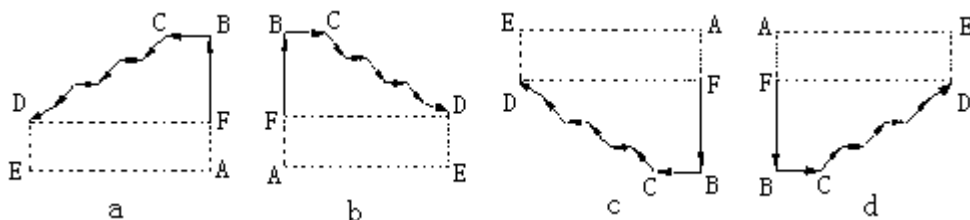

图 4-34
- 11) 用 G71 指令切削的形状有以下四种情况，如图 4-34 所示；但无论哪一种都是从 G71 起始点 A 开始、刀具平行于 Z 轴对毛坯进行逐层剥离切削、直到 B 点。
- 14) G71 指令切削的形状有以下四种情况：图 4-34 中，A 点为 G71 的起始点、B 点为加工轮廓起点、D 点为加工轮廓终点、BCD 段表示加工的轨迹。